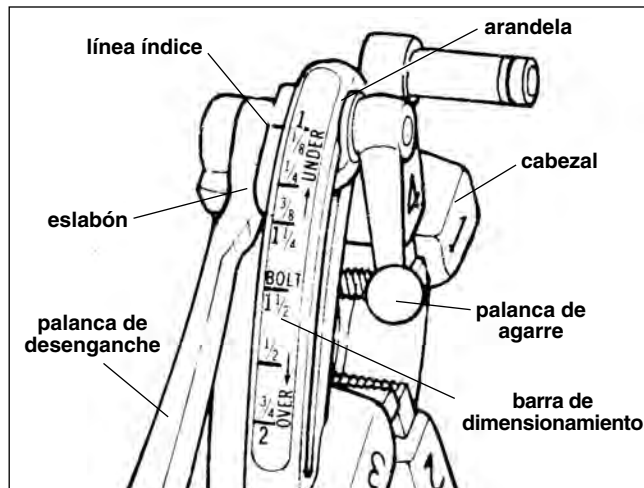

Figura 12 – Cabezal de Terrajas Universal de Apertura Rápida
5. Cabezal de Terrajas de Apertura Rápida No. 811A (*Figura 12*). Gire la palanca de desenganche a la posición de CLOSED (cerrada).
10. Cabezal de Terrajas de Apertura Rápida No. 811A (*Figura 12*). Completada la rosca, levante la palanca de desenganche para retraer las terrajas.
¡NOTA! El Cabezal de Terrajas Universal No. 811A (*Figura 12*) para roscas a mano derecha requiere cuatro juegos de terrajas para roscar tubos de entre $\frac{1}{8}$ a 2 pulgadas de diámetro. Se requiere un juego de terrajas para cada una de las siguientes gamas de dimensión de tubo: ($\frac{1}{8}$ pulg.), ($\frac{1}{4}$ a $\frac{3}{8}$ pulg.), ($\frac{1}{2}$ a $\frac{3}{4}$ pulg.) y (1 a 2 pulgs). No existen disponibles terrajas para tubos de $\frac{1}{8}$ pulgada para el cabezal de terrajas a mano izquierda. El roscado de pernos requiere un juego distinto de terrajas para cada dimensión de perno. No hay disponibles terrajas para pernos para los cabezales de terrajas universales a mano izquierda.